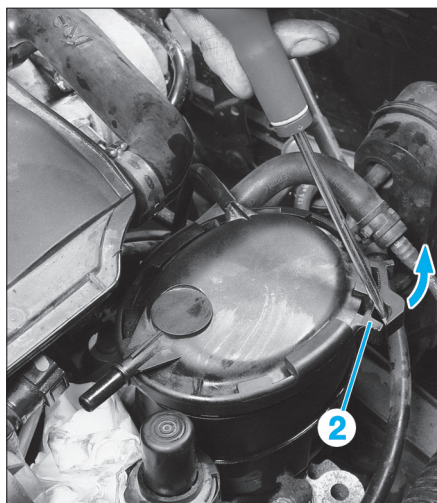

FIG. 32
- Dégrafer à l'aide d'un tournevis, le collier (2) de maintien du couvercle (Fig.32).